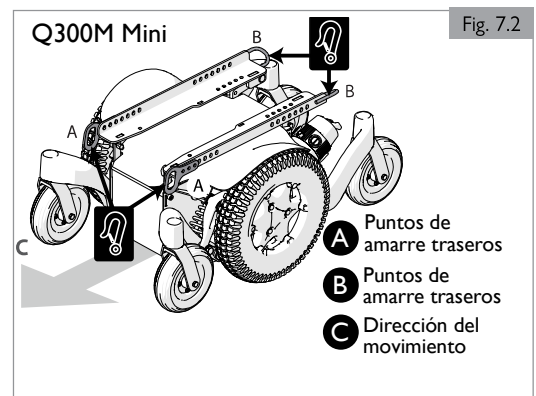

Fig. 7.2
- La silla se fija mediante un sistema de retención de cinchas de 4 puntos (2 en la parte delantera, 2 en la parte trasera, Fig. 7.2), de conformidad con:
- La silla de ruedas solo puede asegurarse mediante los puntos de amarre ubicados en el armazón de la misma (Fig. 7.2).